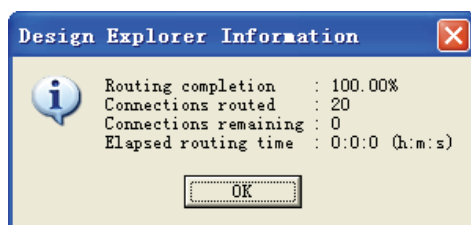
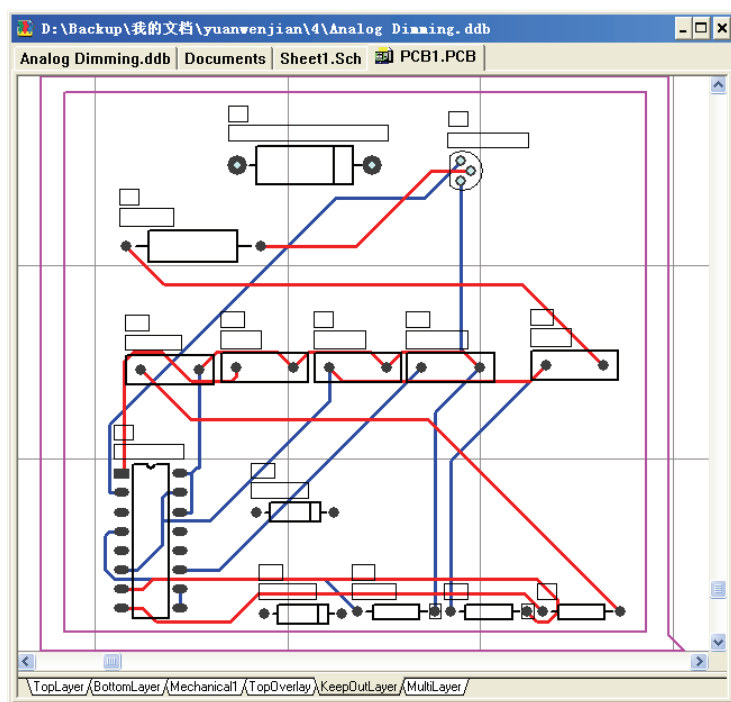

图 8-128 布线信息对话框
图 8-129 完成自动布线
(2) 保持程序预置状态, 按 **Route All** 钮, 程序即进行全面性的自动布线, 显示布线信息对话框, 如图 8-128 所示。完成布线后, 如图 8-129 所示。